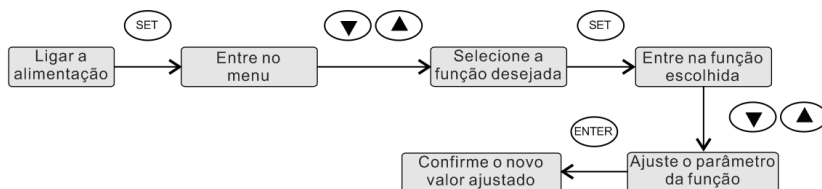

Fig. 6-1 Parametrização da soft starter
A Fig. 6-1 mostra um diagrama do processo de parametrização da soft starter. Logo após a energização será exibido “<Ready>^” no display da soft starter, ao pressionar-se a tecla **SET** o display exibirá as suas funções de parametrização de acordo com o item 4.1. Utilize as teclas **▼▲** para navegar entre as funções. Ao pressionar-se a tecla **SET** novamente, a soft starter irá entrar no modo de edição de parâmetros, utilize as teclas **▼▲** para editar o valor exibido no display. Ao concluir a edição do parâmetro pressione a tecla **ENTER** para gravar e voltar a lista de funções, pressione **ENTER** novamente para voltar a tela principal.